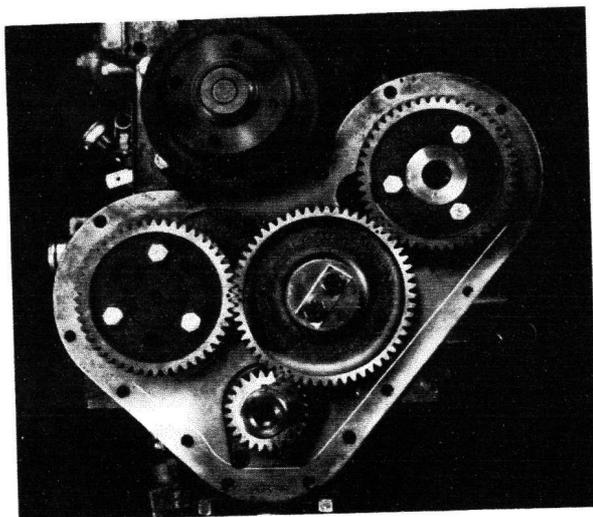

Fig. 14
2° Simultanément, s'assurer que les repères du pignon d'arbre à cames et du pignon intermédiaire coïncident (fig. 14).
NOTA : Il est nécessaire de déposer le pignon intermédiaire pour remettre les repères des 4 pignons en coïncidence (fig. 14).
- 1° Poser le pignon intermédiaire en prenant soin d'aligner les repères gravés sur les pignons (fig. 14).
- 3° Placer le pignon intermédiaire en faisant coïncider ses repères avec celui du pignon de vilebrequin et du pignon d'arbre à cames (fig. 14).